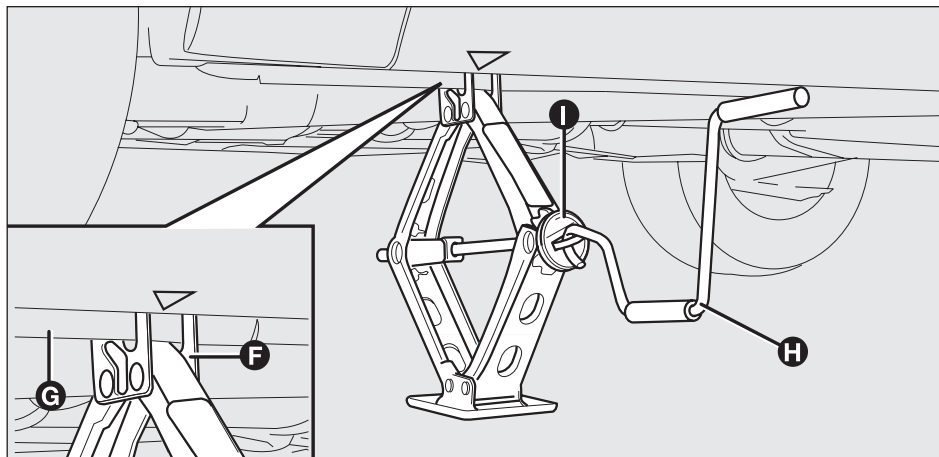

fig. 124
- ❑ assicurarsi che la scanalatura F-fig. 124 del cric sia ben calzata sull'aletta G del longherone;